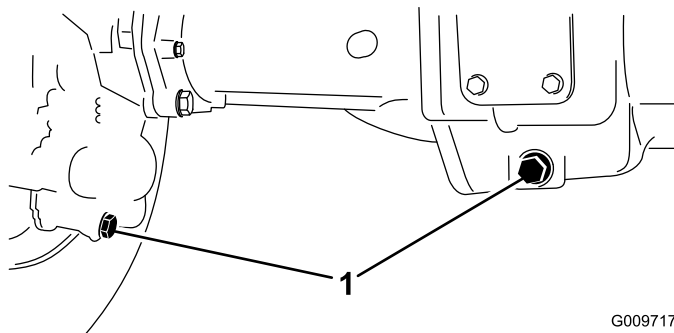

Figure 85
2. Nettoyez la surface autour des 3 bouchons de vidange, 1 à chaque extrémité et 1 au centre (Figure 85).